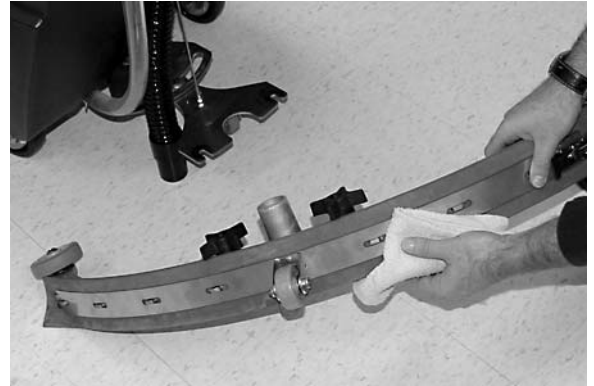

FIG. 36
4. Relevez le raclor et essuyez-le avec un chiffon sec. Rangez le raclor en position relevée pour éviter de l'endommager. (Figure 36). Examinez les lames de racle pour détecter les dommages et l'usage. Tournez ou remplacez les lames si usé ou endommagé.